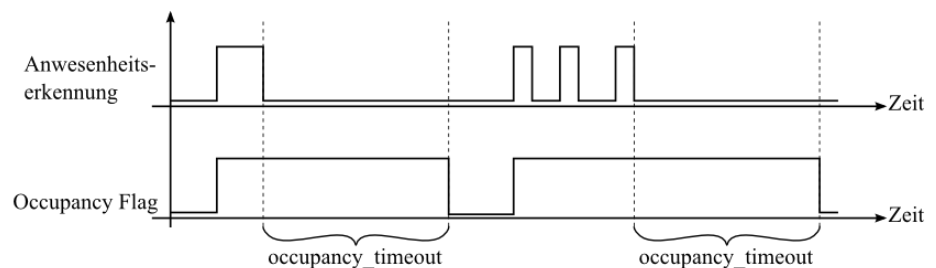

Abbildung 9: Bewegungsmelder Funktion
<p>Durch dieses Register wird die Funktion des Bewegungsmelders konfiguriert.</p> <p>occupancy_timeout: Legt eine Zeit in Sekunden fest, nach der das Occupancy Flag des short_pressed Registers auf Adresse 1 wieder gelöscht wird, nachdem eine Bewegung dedektiert wurde. Das Occupancy Flag des present_state Registers auf Adresse 0 zeigt jedoch weiterhin den aktuellen Zustand des Anwesenheitssensors ohne Timeout an. In Abbildung 9 wird die genaue Funktion erläutert.</p> <p>EN: Occupancy Sensor Enable Bit. Nur wenn dieses Bit gesetzt ist, wird das Occupancy Flag im present_state und short_pressed Register auf Adresse 0 und 1 (Tabelle 8 auf Seite 26) gesetzt.</p> <p>① Bezieht sich ausschließlich auf LSTAT-801-Gx-Lx und LSTAT-802-Gx-Lx.</p>
Wie in Abbildung 9 gezeigt, wird das Occupancy Flag gesetzt, sobald eine Bewegung erkannt wurde. Es wird wieder gelöscht, nachdem die Zeit definiert durch das occupancy_timeout abgelaufen ist.